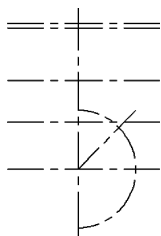

图 5-117 修剪后的图形
(3) 单击“默认”选项卡“修改”面板中的“偏移”按钮 ，将水平中心线向上偏移 40、35、50、4，依次以偏移形成的水平对称中心线为偏移对象。
(4) 单击“默认”选项卡“绘图”面板中的“圆”按钮 ，以下部中心线的交点为圆心绘制半径为 50 的中心线圆。
(5) 单击“默认”选项卡“修改”面板中的“修剪”按钮 ，修剪中心线圆。结果如图 5-117 所示。